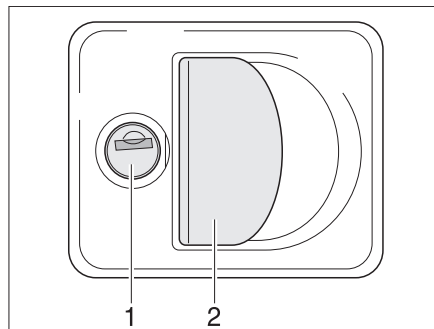

Bild 29 Lucklås med greppkåpa
- Stick in nyckeln i låscylindern (Bild 29,1) och vrid ett kvarts varv. Lucklåset är upplåst.
- Drag i låshandtaget (Bild 29,2). Den utvändiga luckan är öppen.